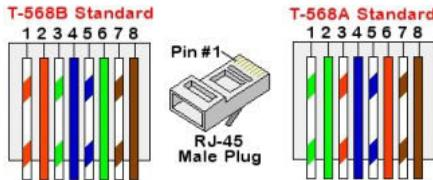

Рисунок 24: Стандартна схема підключення кабелю
7. Для підключення до комутатора/маршрутизатора використовуйте попередньо обжати кабель або використовуйте обтискні кліщі для підготовки комунікаційного роз'єму RJ45: Вставте вісім проводів у роз'єм RJ45 у тому ж порядку, що й вище (*Рисунок 24*).